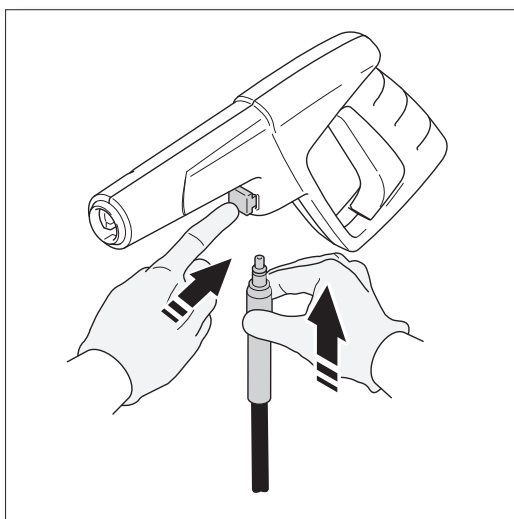

Fig. 5
- Connectez l'autre extrémité du tuyau à haute pression au pistolet en insérant la pointe en laiton du tuyau à haute pression dans le raccord situé juste devant le garde. Il se bloquera dans le pistolet en un « clic » **(Fig. 5)**. Assurez-vous que le tuyau est verrouillé dans le pistolet en tirant légèrement sur le boyau. Le tuyau est maintenant solidement fixé au pistolet de pulvérisation.